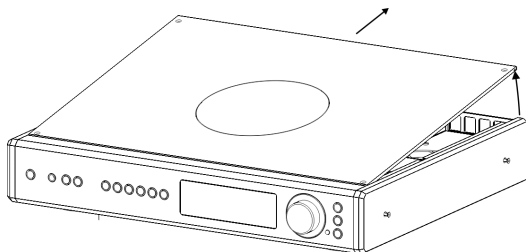

Abb. 2 / Fig. 2
- Entfernen Sie wie in Abbildung 2 u. 6 gezeigt den Deckel.
- Remove the top cover as shown in figure 2 and 6.